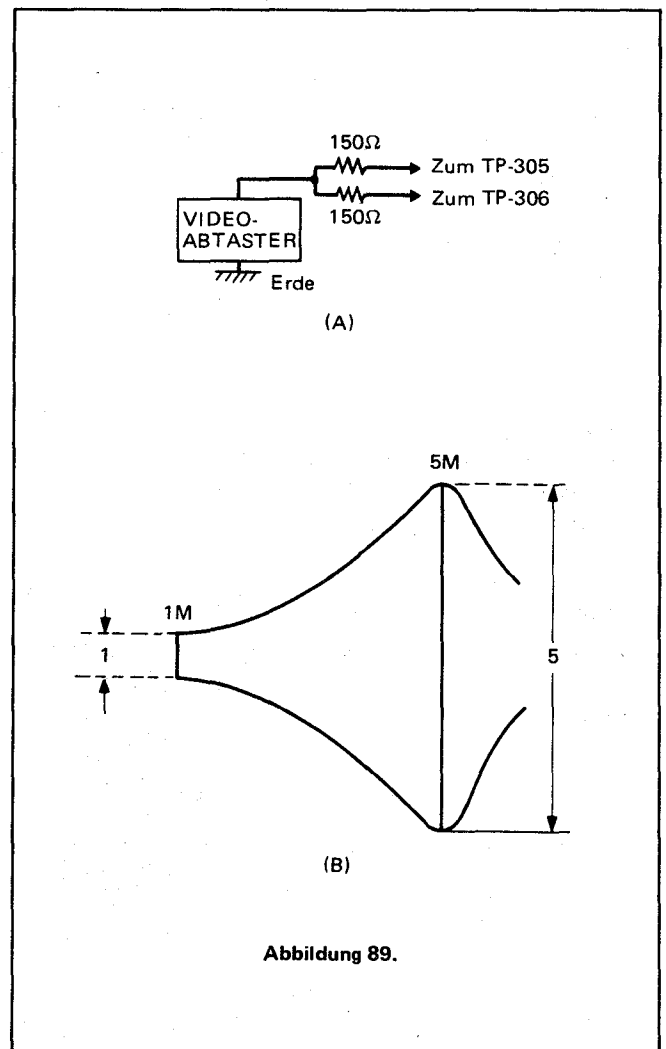

Abbildung 89.
2. Die Ausgabe eines Video-Abtasters an die TP-305 und TP-306 des Gerätes anschließen. Siehe Abb. 89-(A).
4. Dann mit der Einstellung forfahren, wobei man die dazugehörige Abb. 89-(B) heranzieht.
- 2) Die V-Zuwachs-Kontrolle des Oszilloskopes und den R391 (Balanz-Kontrolle) so einstellen, daß die 1 MHz-Zone der resultierenden Wellenform so wie in Abb. 89-(B) gezeigt, wird: man betrachte diese Zone als 1 (Referenz-Wert).